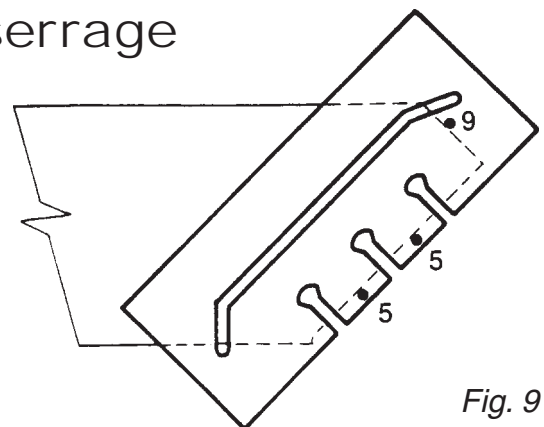

Fig. 9
3. Placez le gabarit sur le plan de travail selon fig. 9.